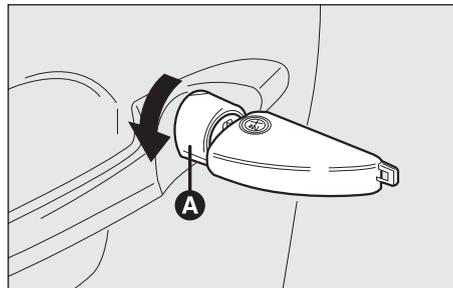

Abb. 13
– Zum Öffnen der Tür, den Schlüssel der Tür auf der Fahrerseite im Uhrzeigersinn drehen, und auf Anfrage, für die Versionen/Märkte wo vorgesehen, den Schlüssel der Tür auf der Beifahrerseite entgegen dem Uhrzeigersinn drehen, dann den Schlüssel abziehen und die Taste (**A**, **Abb. 13**) drücken.